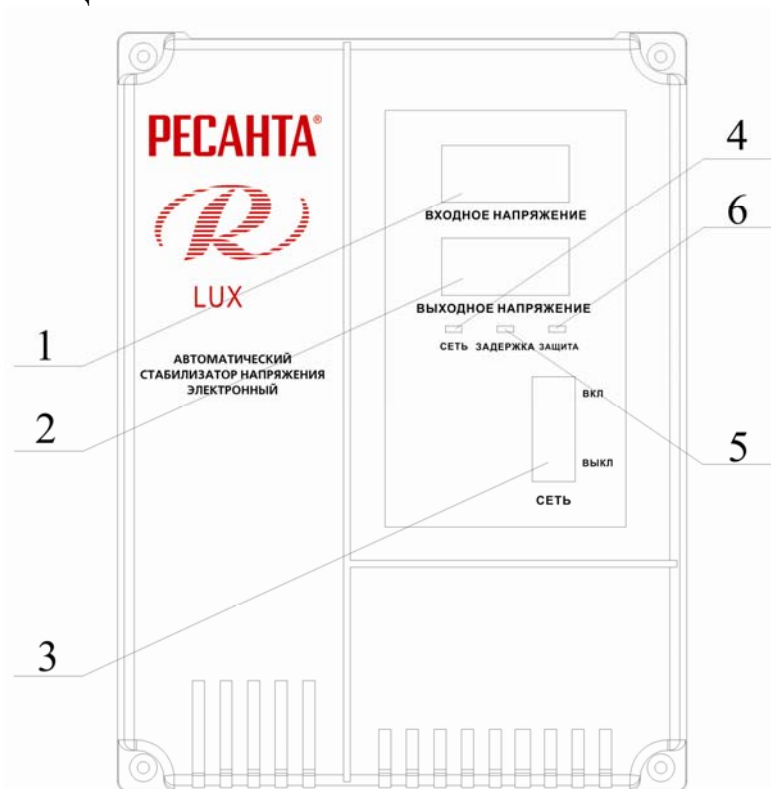

РИС. 2
- Убедиться в том, что выключатель (рис. 2, поз. 3) находится в положении «выкл»;
- Перевести выключатель (рис. 2, поз. 3) в положение «вкл» на 10 секунд;
- Дисплей (рис. 2, поз. 2) должен показывать 220 В при работе стабилизатора в штатном режиме;
- Перевести выключатель (рис. 2, поз. 3) в положение «выкл».
- Установить выключатель (рис. 2, поз. 3) в положение «вкл». Обратите внимание, что напряжение на нагрузку будет подано с задержкой 3-6 сек.(время, необходимое стабилизатору для подстройки выходного напряжения).
1. Не горит индикатор «сеть»	1. Стабилизатор не подключен к сети. 2. Проверить, включен ли выключатель (рис. 2, поз. 3).